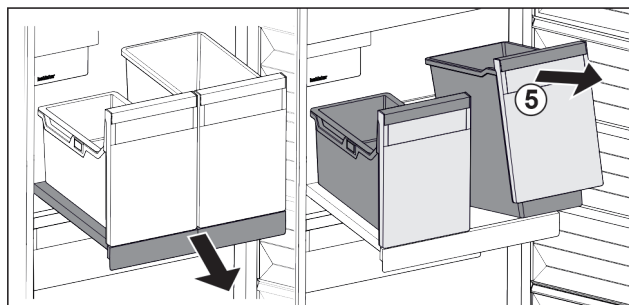

Fig. 89
- ▶ Unieść pojemnik *Fig. 89 (5)* z przodu.